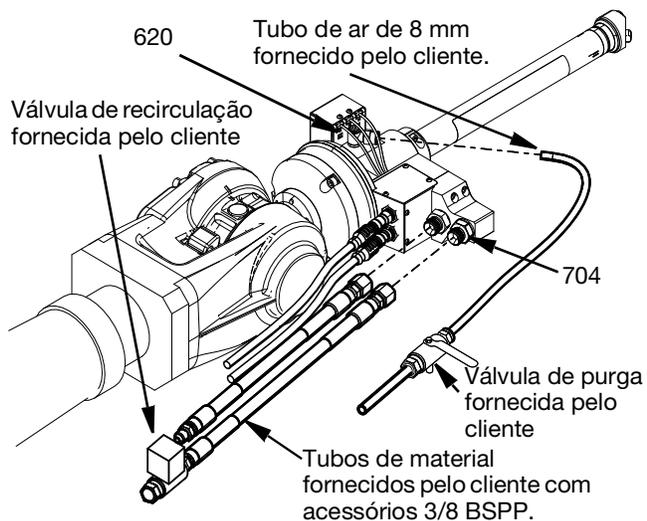

FIG. 6
O fornecimento de ar é ligado à Pistola 3D de Comutação com um tubo de poliuretano de 8 mm ao encaixe giratório do cotovelo (620) na lateral da caixa do suporte giratório (619). O cliente deve instalar uma válvula de purga de ar entre o fornecimento de ar e a ligação à Pistola 3D de Comutação. Consulte a FIG. 6.
ligações são entradas (não há retorno possível). Consulte a FIG. 6.
- b. Verificar se as válvulas solenóides (613), mostradas na página de peças da câmara giratória 32, estão a funcionar corretamente abrindo e fechando cada válvula do pendente do robô e ouvir o som do pistão em funcionamento.
- e. Abrir a válvula de recirculação fornecida pelo cliente e purgar o material através da válvula até que todo o ar retido no retorno do material seja removido. Consulte a FIG. 6.
3. Aliviar a pressão de ar nas linhas de ar cortando a válvula de purga do ar fornecida pelo cliente. Consulte a FIG. 6.
4. Se a ponta do bico ou o tubo de material estiverem entupidos ou se a pressão não tiver sido totalmente aliviada depois de seguir os passos acima, solte muito lentamente o tubo de material fornecido pelo cliente a partir de 3/8 pol. Conexão de entrada BSPP (704), (consultar FIG. 6).